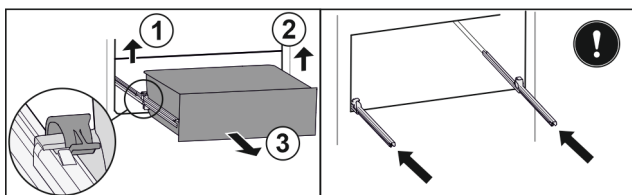

Fig. 147
- Linker klem optillen en gelijktijdig lade links naar voren trekken. Fig. 147 (1)
- Rechter klem optillen en gelijktijdig lade rechts naar voren trekken. Fig. 147 (2)
- Lade naar voren toe verwijderen. Fig. 147 (3)